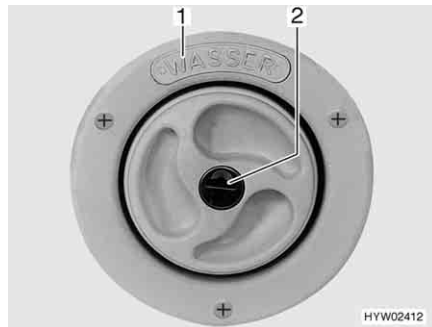
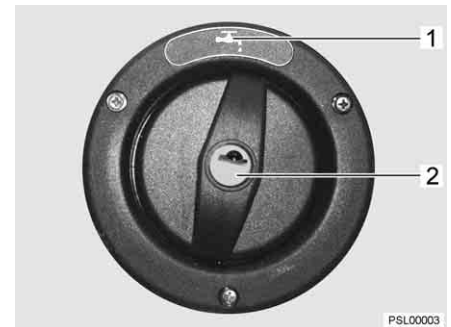

Fig. 44 Coperchio per bocchettone di riempimento dell'acqua potabile
Fig. 45 Coperchio per bocchettone di riempimento dell'acqua potabile (alternativa)
- ▷ Il bocchettone di riempimento dell'acqua potabile è contraddistinto dalla scritta "WASSER" (acqua) (Fig. 44,1) o con il simbolo "☰" (Fig. 45,1).
- Inserire la chiave nel cilindro della serratura (Fig. 44,2 o Fig. 45,2) e ruotare in senso antiorario.